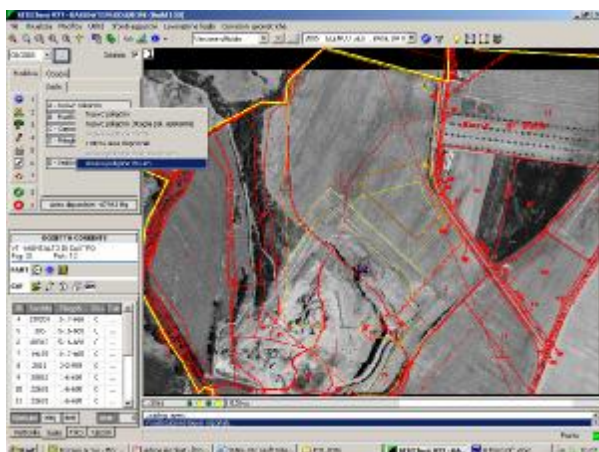

Figura 22
Dal **menu suolo** di SitiClient (**Figura 22**) il tecnico deve:
2. creare un **Nuovo poligono** ricavandolo da poligono gps (**Figura 22**)